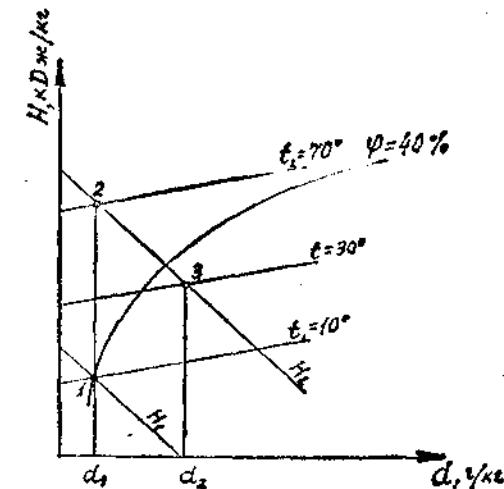

Рис. 11
1. Решение задачи начнем с выполнения из Hd -диаграммы влажного воздуха рис. 11 с заданными параметрами.